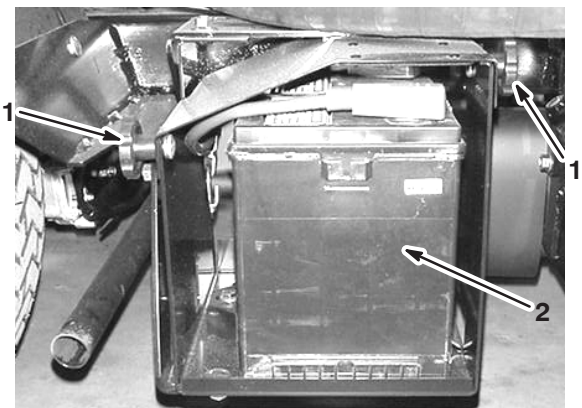

Bild 57
2. Lockern Sie die Handräder an beiden Seite des Batterie-kastens und nehmen Sie die Batterieabdeckung ab (Bild 57).
3. Nehmen Sie die Batteriehalterung und die -befestigungen ab (Bild 57).
3. Setzen Sie die Batteriehalterung ein und befestigen Sie sie mit den vorher abgenommenen Befestigungen (Bild 57).
4. Montieren Sie die Batterieabdeckung und befestigen Sie sie mit den zwei Handrädern (Bild 57).
1. Lockern Sie die Handräder an beiden Seite des Batteriekastens und nehmen Sie die Batterieabdeckung ab (Bild 57).